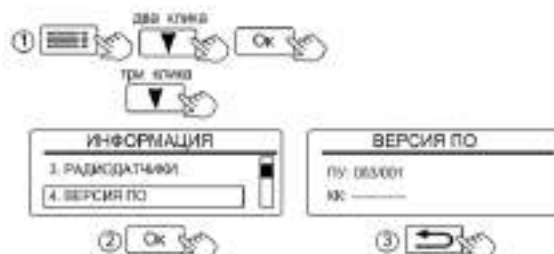

Рисунок 31. Вид вкладки «ВЕРСИЯ ПО»
**11.3.4 Окно «4.ВЕРСИЯ ПО»** отображает информацию об установленной версии программного обеспечения (рис. 31).